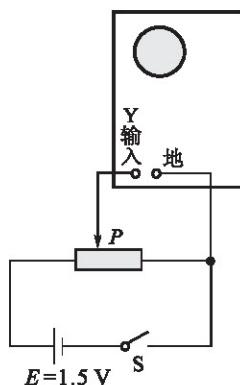

图 2-3-2 观察亮斑在竖直方向的偏移
把“交直流开关”扳到直流挡（DC）位置，扫描范围旋钮转到最右端“外 X”挡，衰减调节旋钮调到“100”挡。用分压电路把直流电压加在“Y 输入”和“地”间，如图 2-3-2 所示，可以观察到亮斑向上偏移。
(1) 把图 2-3-2 中的直流电压改加到“X 输入”上，观察亮斑发生水平偏移。调节“X 增益”旋钮，观察亮斑偏移的距离发生变化。把“X 增益”旋钮顺时针转到 $\frac{1}{3}$ 处。
(2) 撤去外加直流电压，把“扫描范围”旋钮置于最低挡，“扫描微调”旋钮逆时针转到底，可以观察到亮斑从左向右移动，并迅速返回左端。（这是机内锯齿波扫描电压在起作用）